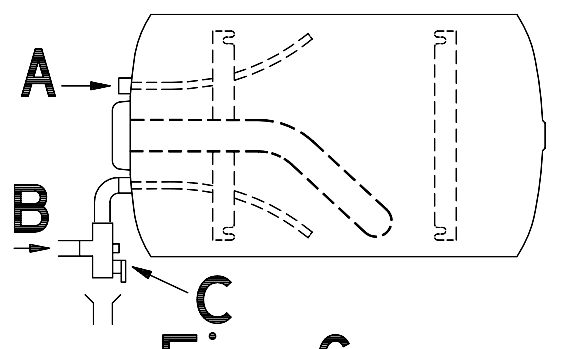

Fig. 6
- Fig.6 modèle horizontal à gauche
- Fig.6 horizontal model, left